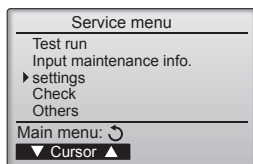

Fig. 6-2
6.2. Fjärrkontroll (Fig. 6-2)
- ① (Fig. 6-2)